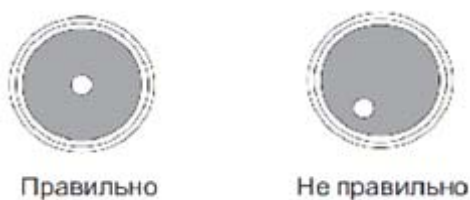

Рис. 3
- 3.1.3 Регулируя высоту винтов ножек, установите весы горизонтально, при этом воздушный пузырек в ампуле уровня должен расположиться в центре (рис. 3).